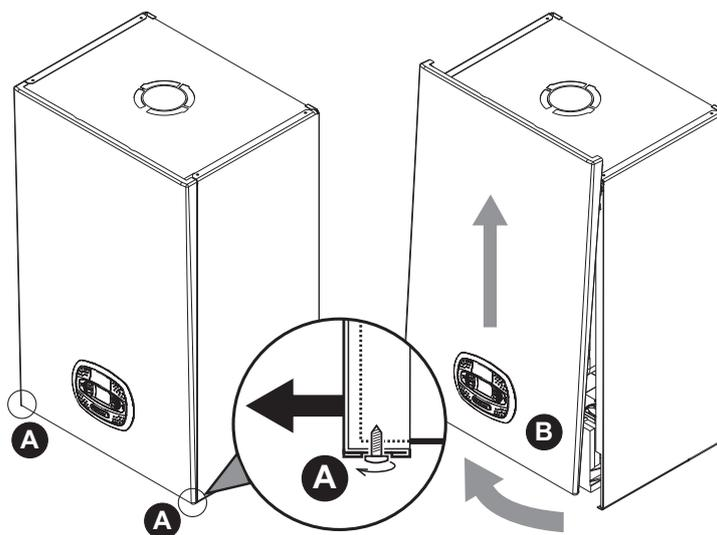

fig. 31- Openen van het voorpaneel
- Ga na of de gasklep afgesteld is voor het te gebruiken gas (zie *** ' - Positie THROTTLE en instelling parameter' on page 120 *** en fig. 31 op page 121 van cap. 3.1).
1. Draai de schroeven **A** gedeeltelijk los (zie fig. 31).